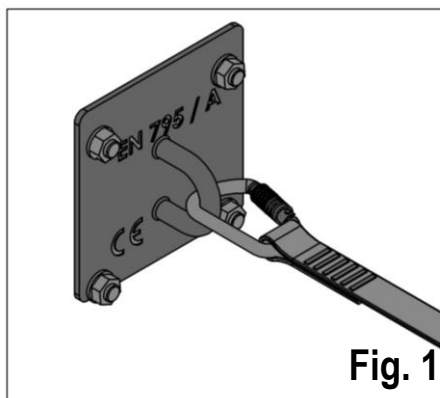
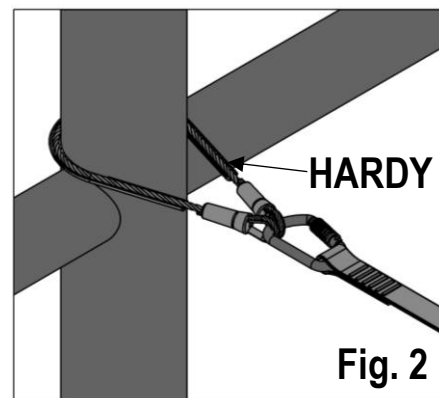

Fig. 1
Fig. 2
• Puncte de ancorare certificate EN 795 tip A (Fig.1) cu rezistență la rupere adecvată (mai mare decât cea prescrisă)
• Bucă de ancorare certificată conform EN 795 tip B, înfășurată în jurul unei structuri de ancorare adecvate (Fig.2). Asigurați-vă că structura de ancorare poate oferi rezistența minimă necesară, că NU există muchii ascuțite și că forma și dimensiunile ei vor oferi o conexiune sigură!
- Atașați corespunzător cele două carabiniere ale liniei la punctele de ancorare fixe! (Verificați Fig .1, Fig 2 și secțiunea CARABINIERE);
- Împingeți mânerul mecanismului cu clichet în poziția „DESCHIS” (1) și rotiți axul principal (2) astfel încât chinga să poată aluneca liber. Trageți chinga cu mâna (3) pentru a tensiona ușor și asigurați-vă că aceasta nu este răsucită. Mențineți chinga tensionată ușor și cu cealaltă mână trageți mânerul în sus și în jos (4) pentru a pre-tensiona chinga. Asigurați-vă că tensionarea a rezultat în aproximativ 3 înfășurări peste axul principal și că linia este tensionată ferm la  $1 \text{ kN} \pm 20\%$  (5). Împingeți mânerul înapoi în poziția „ÎNCHIS” (6).